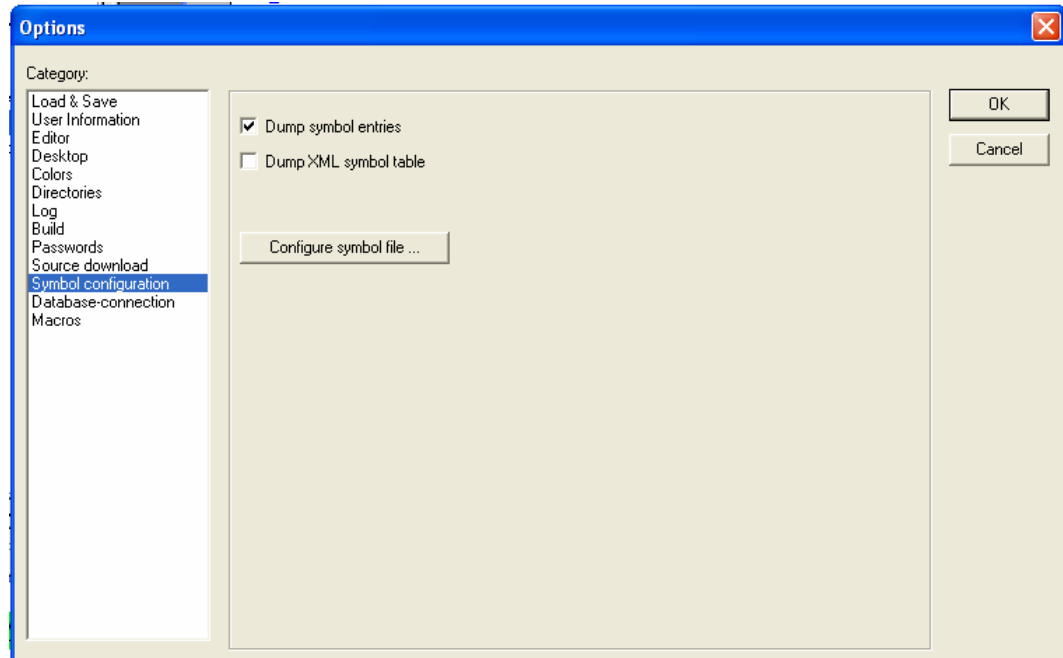

Рис. 4. Переход к списку параметров переменных проекта
5. В открывшейся экранной форме **Options** (рис. 4) в списке **Category** выбирается опция **Symbol Configuration**, а в поле параметров устанавливается флаг в поле **Dump symbol entries**, после чего нажимается кнопка **Configure symbol file**.